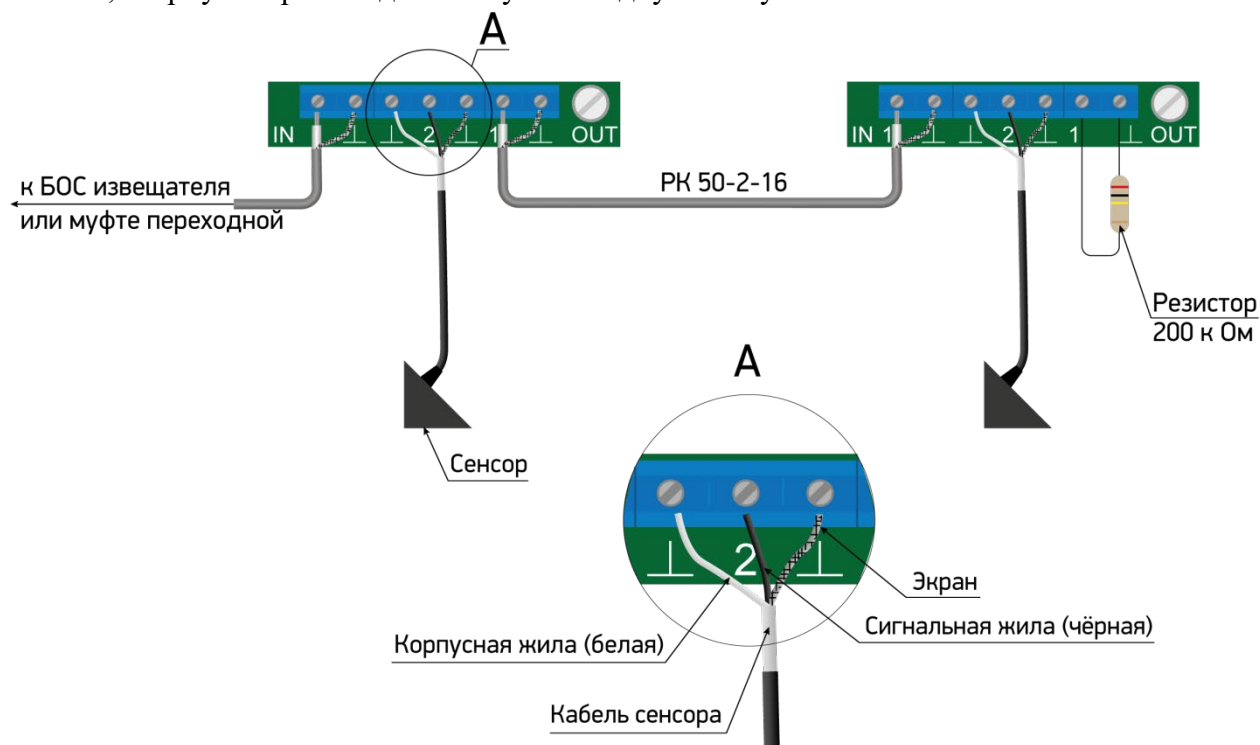

Рисунок 3 – Схема подключения
– центральную жилу кабеля соединительного РК предназначенного для подключения к входу БОС, либо к муфте переходной (в зависимости от проекта) подключить к клемме «1 In», экранирующую оплетку к клемме «┴» (рисунок 3);
– подключить сигнальную жилу кабеля сенсора к клемме «2», вторую жилу и экран кабеля сенсора подключить к двум крайним клеммам «┴» (рисунок 3)
– центральную жилу кабеля соединительного РК предназначенного для подключения к следующему РЧС-Т, подключить к клемме «1 Out», экранирующую оплетку к клемме «┴» (рисунок 3);